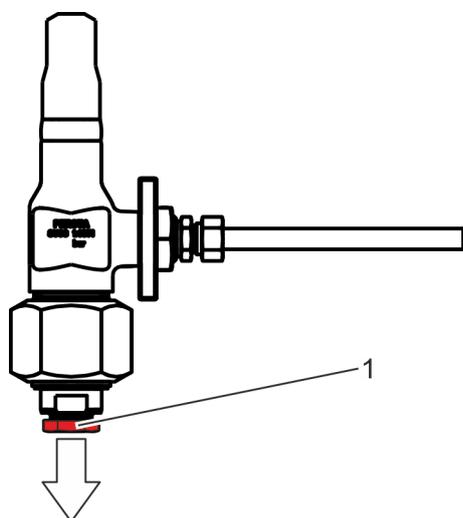

Fig. 15: Boca de expulsión
2. ➔ Instale los resguardos para recoger y desviar el fluido que pueda salir por la boca de expulsión (Fig. 15/1).